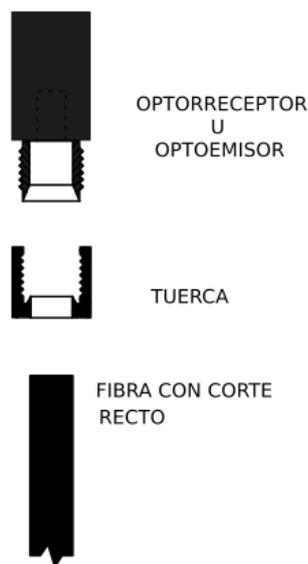

FIGURA 1
- Se efectuará un corte recto sin pelar la fibra. Se lijará el extremo a 90° con el eje del cable con lija N° 400 hasta obtener una cara plana y lisa. (Ver figura 1).